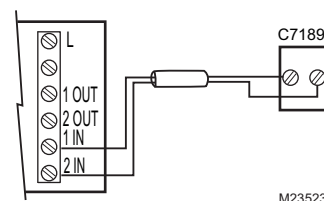
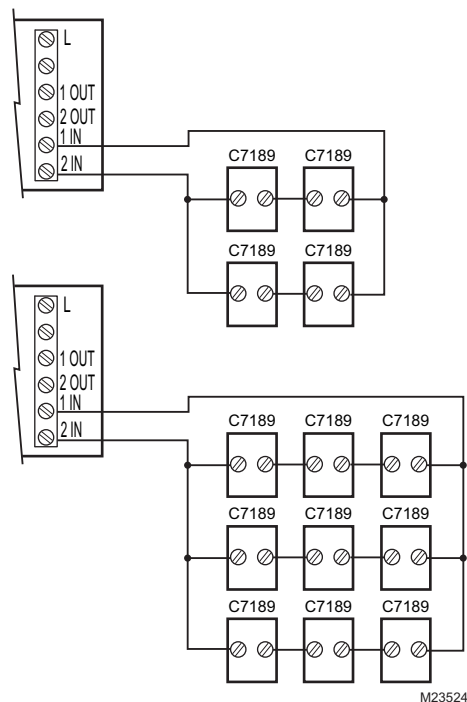

Fig. 26. Raccordement d'un seul capteur C7189U1005.
Fig. 27. Raccordement de plusieurs capteurs C7189U1005.
1. Raccorder le capteur de température intérieure C7189U1005 aux bornes IN1 et IN2 du module d'interface. Pour observer un exemple de raccordement du C7189U1005, voir la Fig. 26 pour raccorder un seul capteur et la Fig. 27 pour raccorder plusieurs capteurs.